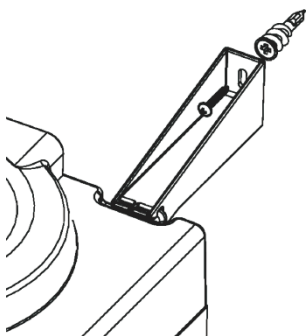

Рис. 2. Фиксация аппарата
Во избежание падения аппарата, закрепите аппарат, как показано на рис. 2.
2. На задней панели аппарата в верхнем углу закрепите крепежный уголок, как показано на рис. 2.